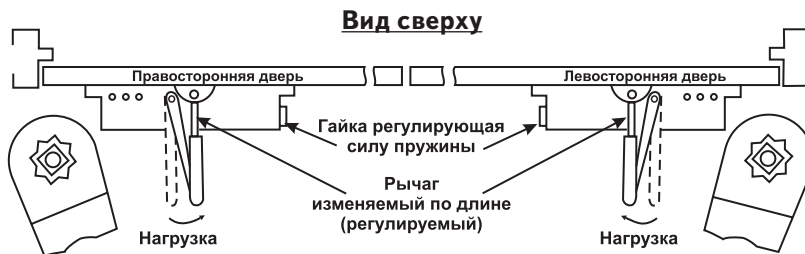

Рис. 2
- 3.6. Отрегулируйте длину изменяемого рычага так, чтобы он был перпендикулярен коробке двери и соедините его с главным рычагом (см. рисунок 2).